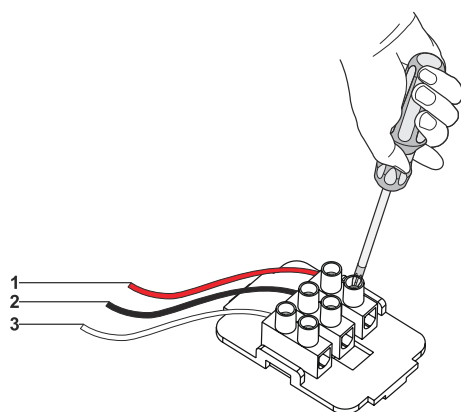

Fig. 15
- 1. ➤ **NC / COM:** Når disse 2 forbindelser bruges og emhætten slukkes vil emhætten give det forbundene apparat konstant signal. (Fig. 15).
- 2. ➤ **NO / COM:** Når disse 2 forbindelser bruges og emhætten tændes vil emhætten give det forbundene apparat konstant signal. (Fig. 15).